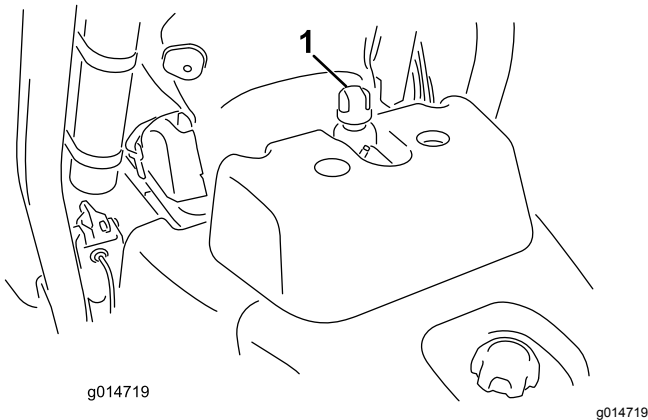

Figure 29
2. Retirez le bouchon du réservoir (Figure 29).